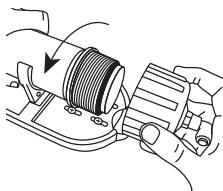

Рис. 18
5.8.3. Открутите крышку корпуса мембранны (Рис. 18).